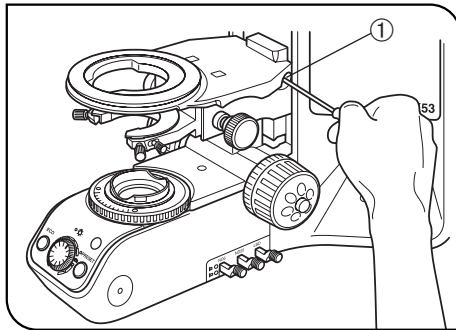

Fig. 15
(fig. 15 & 16)
2. Com a chave Allen, solte o parafuso de aperto do suporte da platina inferior ① e retire o conjunto da platina inferior. (fig. 15)